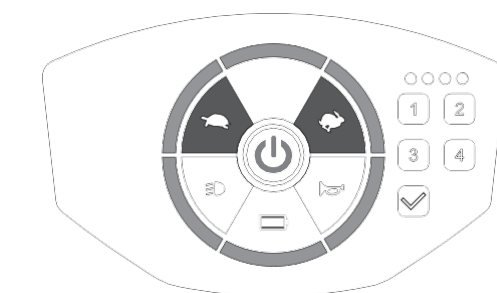

Figure 9
- Appuyez sur l'interrupteur d'alimentation pour mettre le scooter en veille (voyant rouge allumé), puis appuyez sur les touches d'accélération [👉] / de décélération [👈] et maintenez-les enfoncées pendant 2 secondes. Le voyant est allumé lorsque le scooter est prêt pour le réglage du rétroéclairage (figure 9).